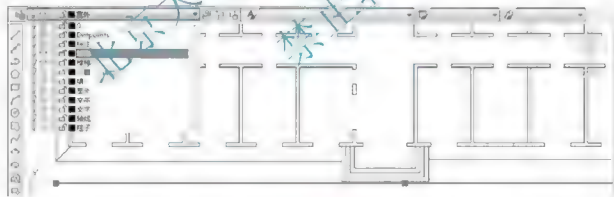

图 3.36 换图层
(3) 换图层: 辅助线是由散水线偏移形成的, 所以辅助线目前位于【室外】图层上。我们需要将其换到【辅助】图层上。
- ① 在命令行无命令的状态下选中辅助线, 会出现 3 个蓝色的夹点。
- ② 如图 3.36 所示, 打开图层下拉列表, 选中【辅助】图层。